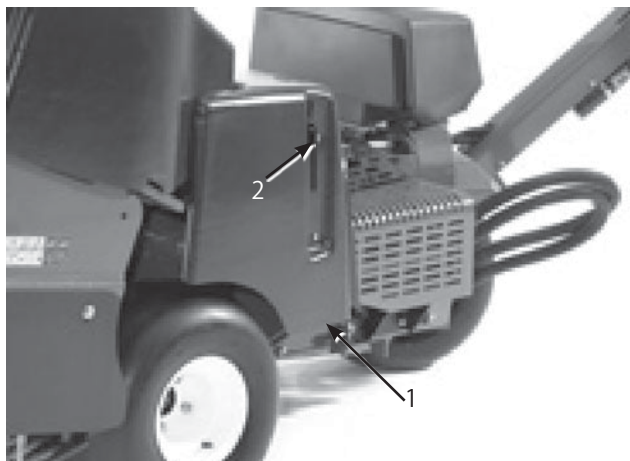

図8
1. 1/4 x 1in キャップスクリューをベルト・カバーのラッチ・レバーに通し、1/4 ロックナットで固定する (図8 & 9)。